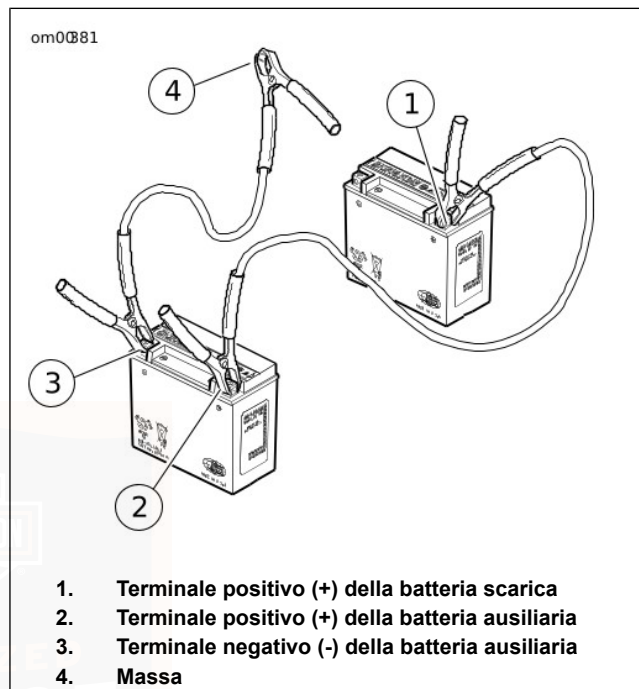

Figura 50. Collegamenti per l'avviamento con cavi ponte FUSIBILI
1. Vedere Figura 50. Collegare un'estremità del cavo ponte al terminale positivo (+) (1) della batteria SCARICA.
2. Collegare l'altra estremità dello stesso cavo al terminale positivo (+) (2) della batteria AUSILIARIA.